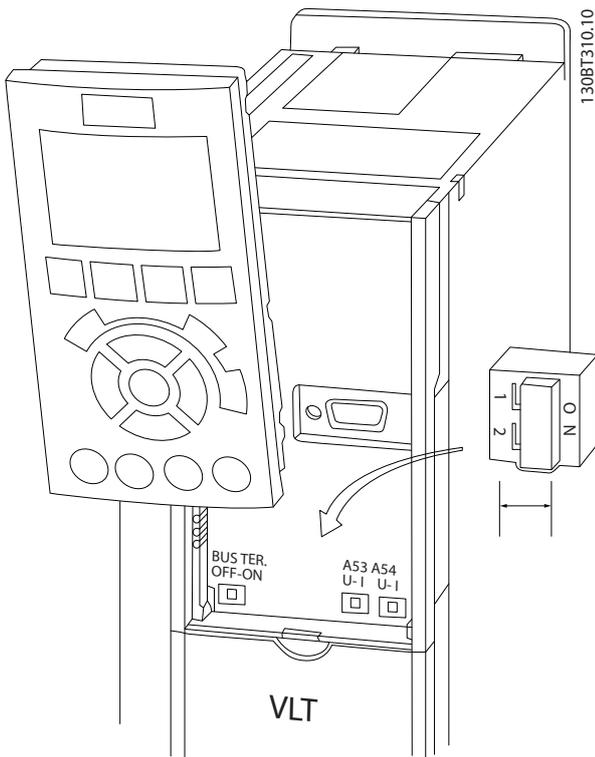

図 2.18 端子 53 と 54 スイッチおよびバス端子スイッチの位置
- LCP をはずすと、スイッチにアクセスできます (図 2.18 を参照)。